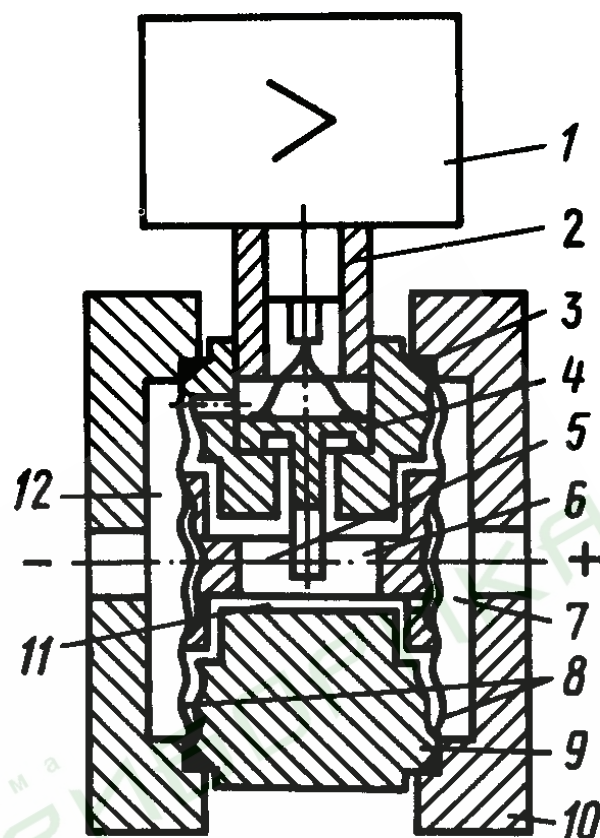

Рис.4
6.7. Схема преобразователей Сапфир-22М-ДД моделей 2410, 2420, 2430, 2434, 2436, 2440, 2444, 2446 представлена на рис. 4.
6.8. Преобразователи Сапфир-22М-ДИ моделей 2110, 2120, 2130, 2140, Сапфир-22М-ДИВ моделей 2310, 2320, 2330, 2340 отличаются от преобразователей, описанных в п. 6.7 тем, что камера 12 (рис. 4) сообщена с окружающей атмосферой.
Преобразователи Сапфир-22М-ДВ моделей 2210, 2220, 2230, 2240 отличаются тем, что измеряемое давление подается в камеру 12 (рис. 4), а камера 7 сообщена с атмосферой.